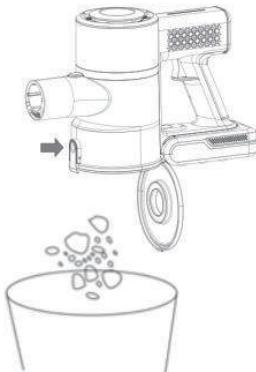

Fig 1.
2.Premendo il pulsante di rilascio, la parte inferiore si abbassa automaticamente (Fig. 1).
2.Premere il pulsante di rilascio, afferrare la coppa della polvere e ruotarla in senso orario per rimuoverla (Fig. 1).